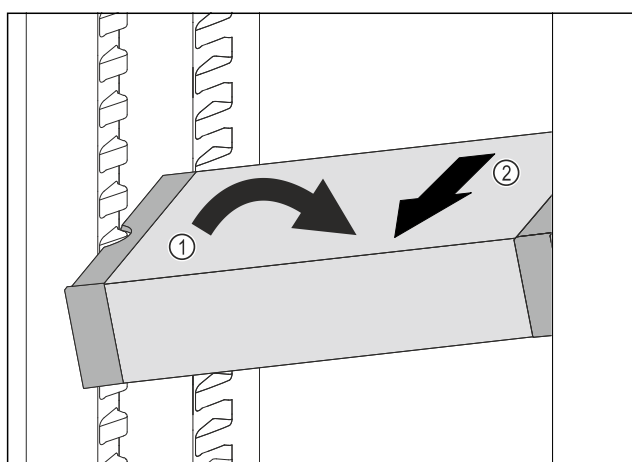

Fig. 56
- Ställ VarioSafe snett i kyldelen. Fig. 56 (1)
- Dra VarioSafe framåt för att ta ut den. Fig. 56 (2)